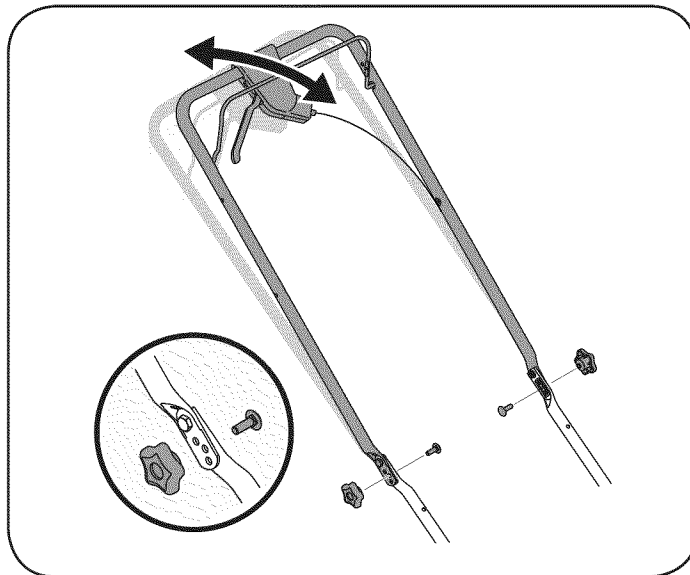

Figura 10
1. Quite los tornillos y tuercas de mariposa transporte de manejar. Vea la Figura 10.
2. Coloque el mango en una de las tres posiciones que se sienta más cómodo. Vea la Figura 10 inserción.